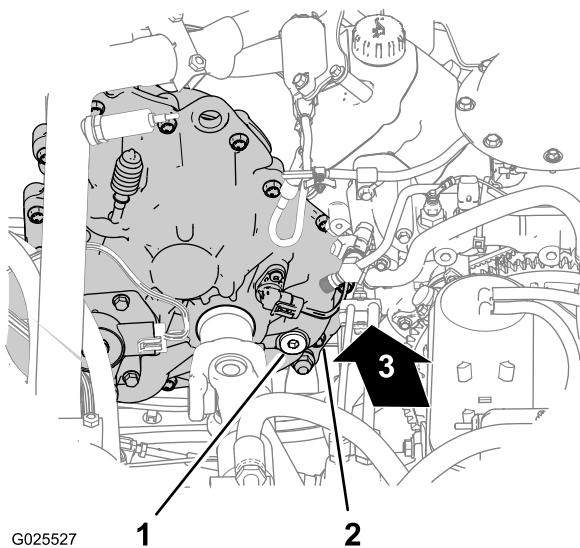
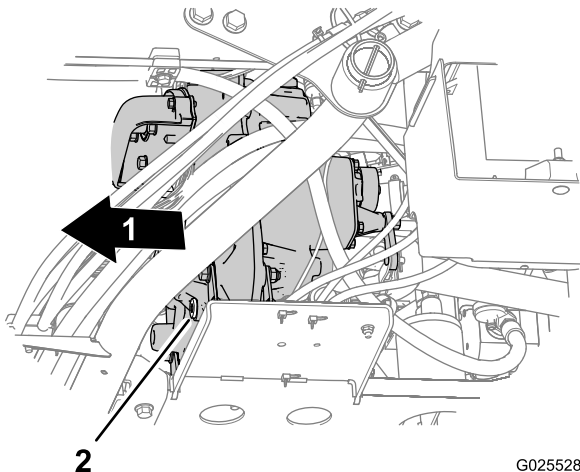

Figura 68
Figura 69
2. Localize o tampão de enchimento na área interior traseira da estrutura da transmissão e localize o tampão de escoamento no lado exterior dianteiro da transmissão (Figura 68 e Figura 69).
3. Retire o tampão de enchimento do orifício de enchimento rodando o tampão no sentido contrário ao dos ponteiros do relógio e retirando-o da transmissão (Figura 68).
4. Alinhe um recipiente de escoamento com o tampão de escoamento (Figura 69).
5. Retire o tampão de escoamento do orifício de escoamento rodando o tampão no sentido contrário ao dos ponteiros do relógio e retirando-o da transmissão (Figura 69).
6. Monte o tampão de escoamento (Figura 69).
7. Adicione 700 ml de fluido da transmissão Dexron VI através do orifício de enchimento (Figura 68).
8. Volte a colocar o bujão de enchimento (Figura 68).